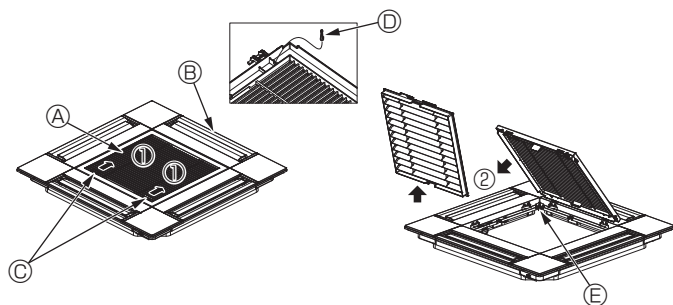
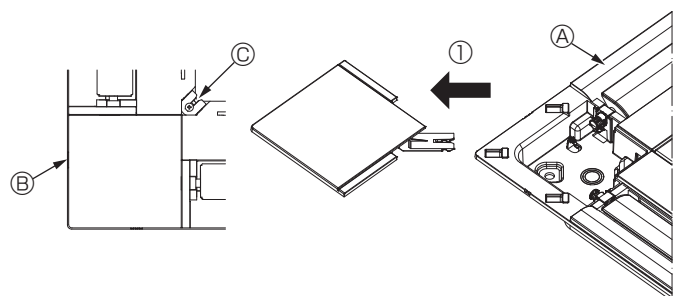

Fig. 6-3
Fig. 6-4
6.2.1. Dépose de la grille d'admission (Fig. 6-3)
- Pour ouvrir la grille d'admission, faites glisser les leviers dans le sens indiqué par la flèche ①.
- Lorsque la grille se trouve en position "ouverte", retirez la charnière de la grille d'admission dans le sens indiqué par la flèche ②.
6.2.2. Dépose du panneau d'angle (Fig. 6-4)
- Retirez la vis au coin du panneau d'angle. Pour retirer le panneau, faites-le glisser dans le sens indiqué par la flèche ①.